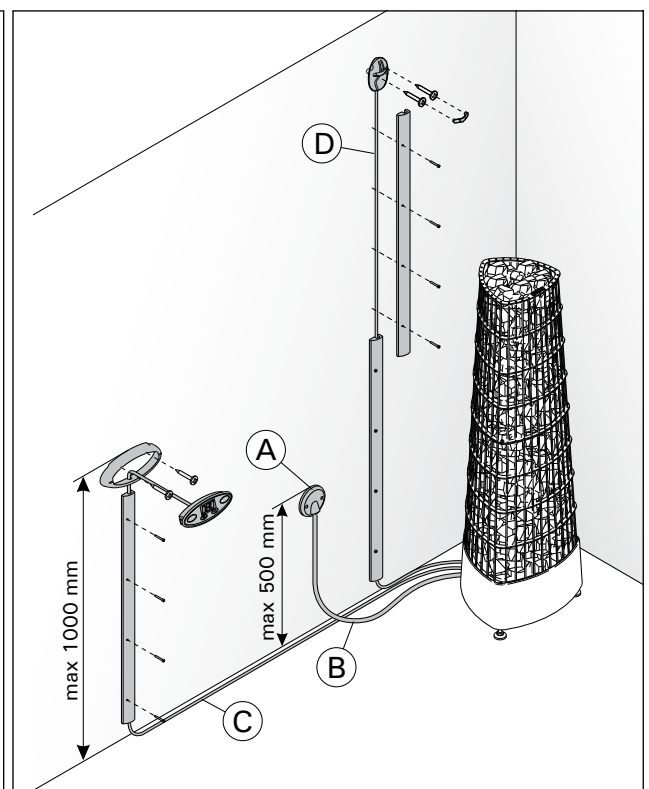

Рисунок 6. Кабели
- Каменка гибким проводом подсоединяется к соединительной коробке (рис. 6: A) в стене сауны. Соединительная коробка должна быть брызгозащищенной и находиться на расстоянии не более 500 мм от пола.
- В качестве кабеля (рис. 6: В) следует использовать резиновый кабель типа HO7RN-F или подобный. **ВНИМАНИЕ! Использование изолированного ПВХ кабеля запрещено вследствие его разрушения под воздействием тепла.**
Закрепите панель управления следующим образом (см. рис. 6):